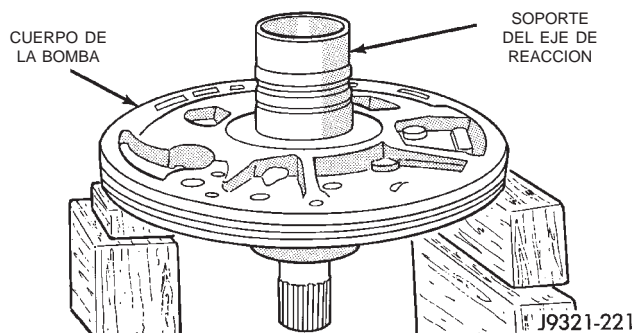

Fig. 132 Ensamblaje del soporte del eje de reacción y cuerpo de la bomba
- (8) Instale el soporte del eje de reacción en el cuerpo de la bomba (Fig. 132).
- (9) Alinee el soporte de reacción en el cuerpo de la bomba. Use las marcas de alineación que se hicieron en los procedimientos de desensamblaje. O bien, haga girar el soporte hasta que todos los orificios para per-